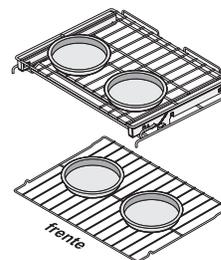
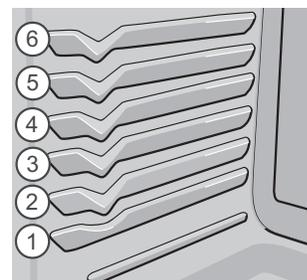

Figura 33: El horneado por convección en varios niveles/parrillas
Figura 34: Posiciones de las rejillas del horno
- Para obtener los mejores resultados de cocción, se recomienda usar la función de horneado por convección cuando se cocinen alimentos con masa o panificados, como tortas, pasteles y panes. Coloque los utensilios como se muestra en la Figura 33.
- Para obtener los mejores resultados cuando hornee galletas con dos parrillas, coloque las parrillas en las posiciones 3 y 5 (Figura 34). Utilice la parrilla plana en la posición 3 y la parrilla deslizante en la posición 5.
- Para obtener los mejores resultados cuando hornee tortas con dos parrillas, coloque las parrillas en las posiciones 1 y 4 (Figura 34) y posicione los utensilios tal como se muestra en la Figura 33. Utilice la parrilla plana en la posición 1 y la parrilla deslizante en la posición 4.
- Al hornear usando dos parrillas del horno, coloque los utensilios para hornear posición como se muestra en la Figura 33. Deje por lo menos 2 pulgadas (5 cm) de espacio entre los utensilios para hornear, para la circulación adecuada de aire.